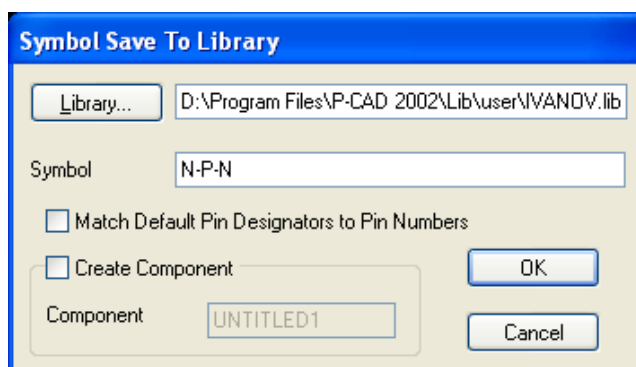

Рис. 4.35 - Запись УГО транзистора в библиотеку
- Выполнить команду **Symbol/Save** и в появившемся окне щелкнуть кнопку **Library**. Затем выбрать созданную ранее библиотеку **Ivanov.lib**. В поле **Symbol** набрать имя элемента «**N-P-N**» и нажать кнопку **OK** (рис. 4.35).